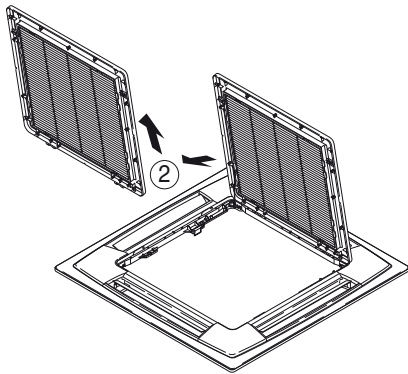

Fig. 7-2
- 3) Con la rejilla de entrada de aire abierta, extraiga la bisagra de la rejilla del panel del techo deslizándola en el sentido mostrado por la flecha ②. (Fig. 7-2) (Coloque la rejilla de entrada de aire después de instalar el panel del techo.)